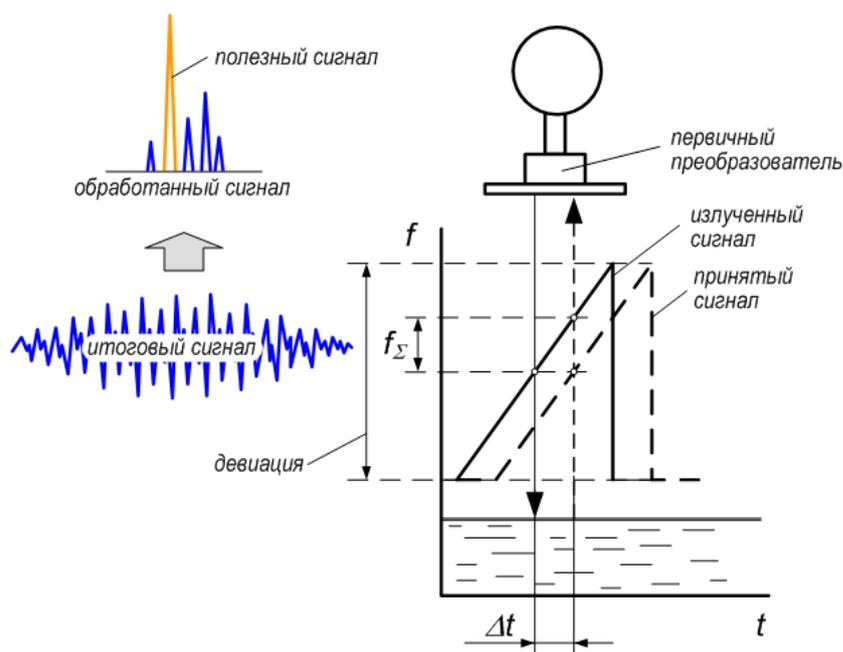

Рисунок 1 – Принцип действия радарного уровнемера
1.5.1.1 Принцип измерений радарного уровнемера «ВЗЛЕТ РУ-Ех» основан на излучении первичным преобразователем непрерывного линейного частотно-модулированного радиосигнала до поверхности контролируемой среды и последующем приеме отраженного сигнала. Наложение частот излученного сигнала и принятого сигнала формирует итоговый сигнал низкой частоты f_{Σ} , который с учетом задержки по времени Δt , связанной с распространением волны, обрабатывается микропроцессорной системой датчика уровня. В результате обработки из итогового сигнала выделяется частота полезного сигнала, которая затем пересчитывается в расстояние до поверхности контролируемой среды (см. рисунок 1).